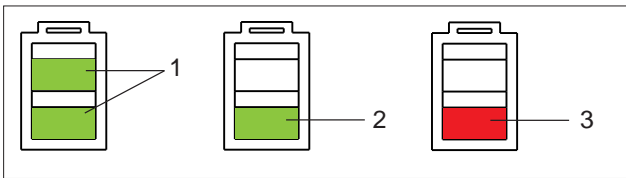

Fig. 10
- Ladezustand des Akkus an der LED-Anzeige (Fig. 10) überprüfen:
- Read off battery charge on LED indicator (Fig. 10):
- Aflæs batteriopladningsniveauet på LED-indikatoren (fig. 10):